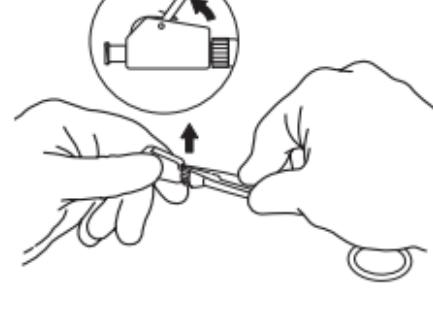

Fig. 4
- b. Empurre a alavanca para cima até soltar a alavanca de fixação com ressaltos. (**Fig. 4**)